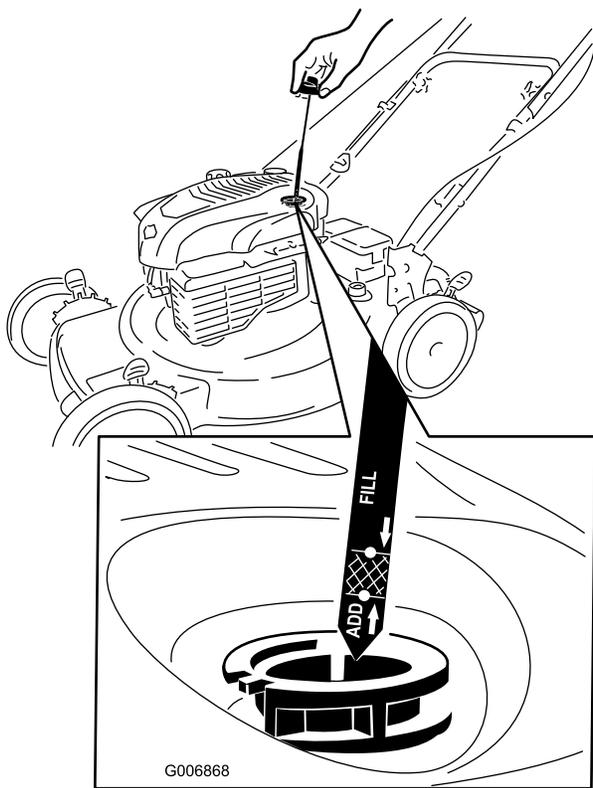

Bild 29
2. Ziehen Sie den Peilstab heraus (Bild 29).
4. Füllen Sie das Öl **langsam** in den Einfüllstutzen ein, um den Ölstand auf die Marke **Voll** am Peilstab anzuheben. Bild 29 **Füllen Sie nicht zu viel ein.** (Max. Füllstand: 0,59 l des Typs: Waschaktives SAE 30-Öl mit der Klassifizierung SF, SG, SH, SJ, SL oder höher durch das American Petroleum Institute (API).)